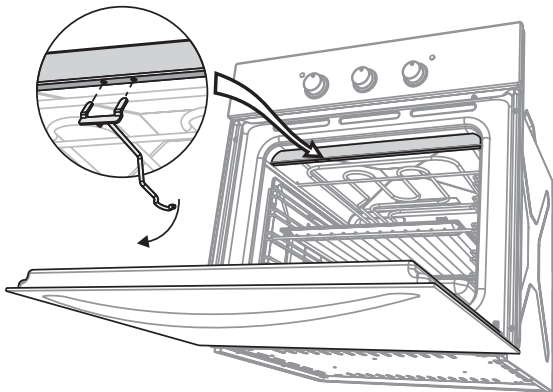

Рис.10
- Установите крючок, для чего вставьте «усы» крючка в пазы верхней полки проема духовки и опустите крючок вниз (рис. 10).